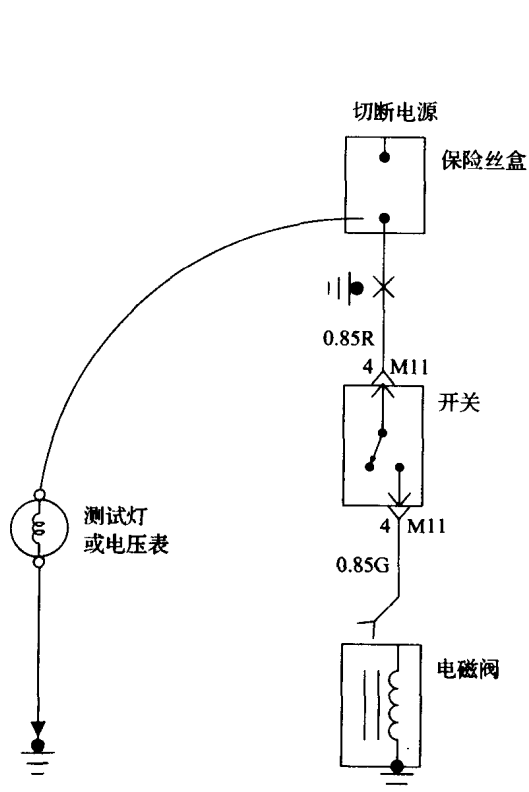
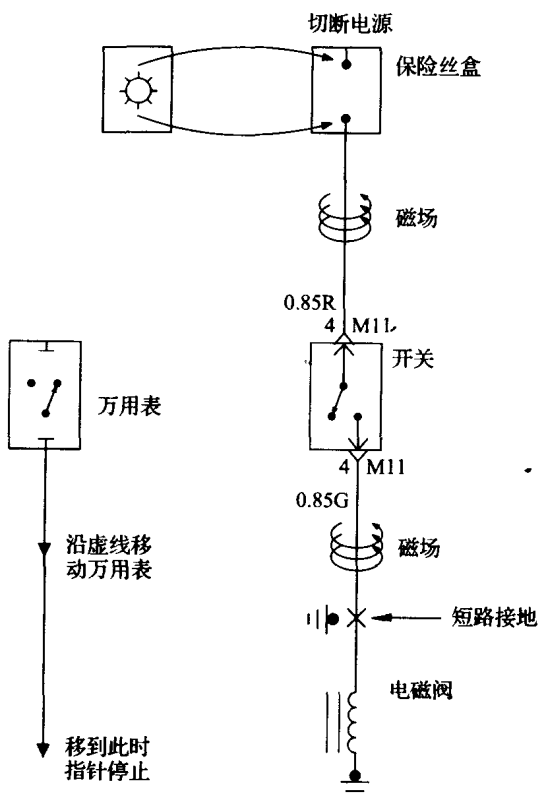

图 1-14 接地短路测试
图 1-15 使用探测器检查短路
③ 检测仪的另一引线连接到要检测的负载的另一端子上。
④ 自带电源测试灯亮,表示通电,使用电阻表时,电阻很小或接近 0Ω ,表示良好的通电状态。
(3) 接地短路测试
① 分离蓄电池负端子。
② 如图 1-14 所示,把自带电源测试灯或电阻表的一根引线接到熔断丝的一个端子上。
③ 把自带电源测试灯或电阻表的另一引线接地。
④ 从接近熔断丝盒的线束逐一检查,重复这一过程直到离自带电源测试灯或电阻表约 15cm。
⑤ 自带电源测试灯亮或电阻表显示,说明这部分到接地电源短路。
(4) 使用短路探测器检测短路
① 拔出熔断丝,拆下蓄电池负极。
② 短路探测器连接熔断丝端子。
③ 使检查电路的开关接通。
④ 如图 1-15 所示,当短路探测器移动到发生短路的位置时,在熔断丝和短路位置之间产生脉冲磁力。从熔断丝盒开始沿着导线逐渐移动短路探测器,它显示脉冲电流。只要短路探测器在熔断丝和短路位置之间,指针就会随脉冲电流的大小而动。一旦短路,探测器通过短路位置,则指针就会停止。